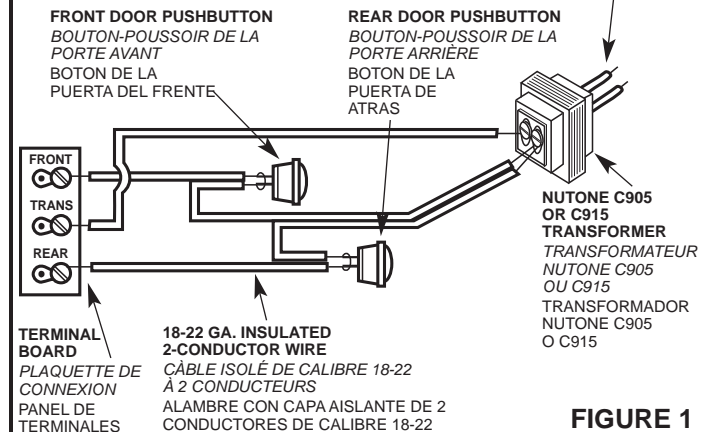
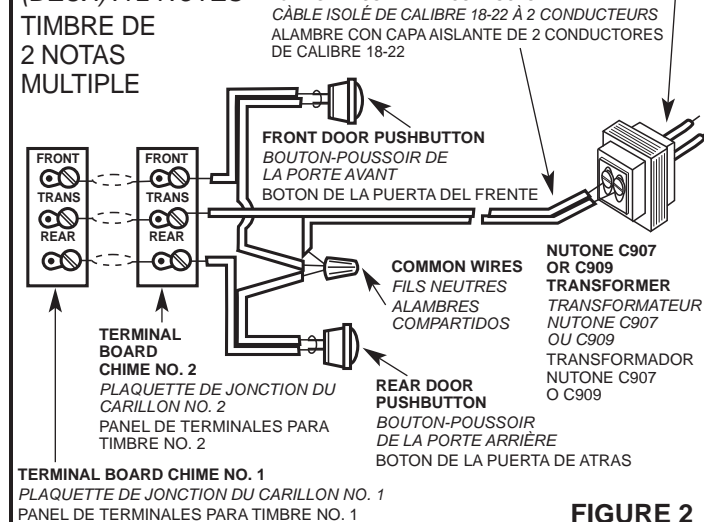

FIGURE 1
FIGURE 2
**Se reporter à la figure 1 pour l'installatin d'un seul carillon ou à la figure 2 pour la pose de plusieurs appareils.** Acheminer un câble de calibre 18-22 à deux conducteurs, du transformateur et des boutons-poussoirs au(x) carillon(s). Insérer les fils dans le(s) plaque(s) d'appui du carillon par le trou de câblage et fixer la(les) plaque(s)d'appui au mur en utilisant les trous de montage avec les vis fournies.